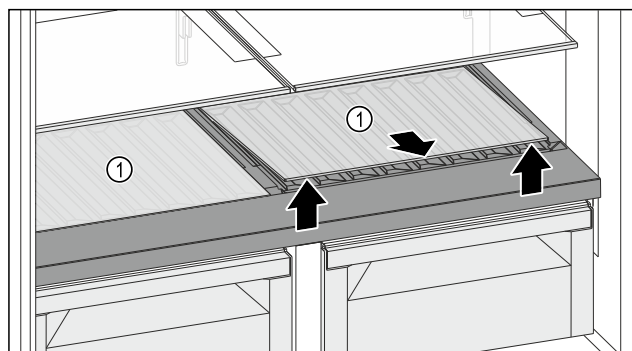

Fig. 113
- Soulever la plaque de verre ou les deux plaques de verre Fig. 113 (1) au niveau de l'évidement avant de la/les retirer.
- Entreposer la/les plaque(s) de verre Fig. 113 (1) dans un endroit sûr hors de l'appareil.